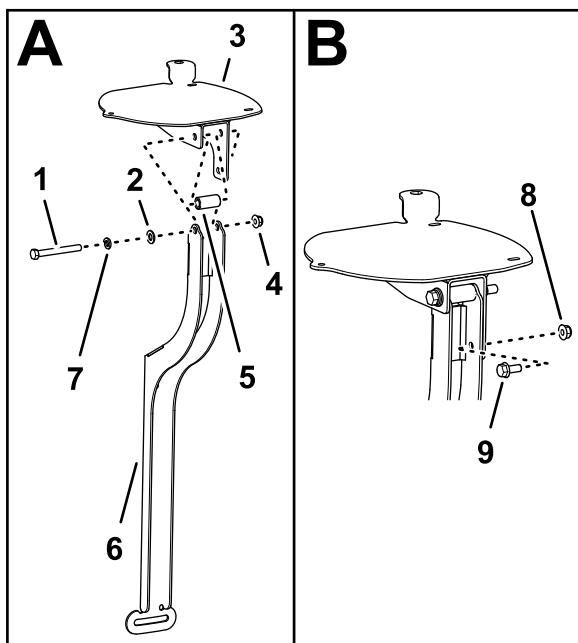

图155
- 对齐导航接收器底板、隔片与接收器安装支架中的孔 图155。
2. 如图155所示用螺栓 $\frac{3}{8}$  x  $\frac{3}{4}$  英寸、锁定垫圈 $\frac{3}{8}$  英寸、垫圈 $\frac{3}{8}$  x  $\frac{13}{16}$  英寸和凸缘锁紧螺母 $\frac{3}{8}$  英寸将接收器底板和隔片组装到底座上。
3. 安装凸缘头螺栓 $\frac{5}{16}$  x  $\frac{3}{4}$  英寸和凸缘锁紧螺母 $\frac{5}{16}$  英寸使之穿过接收器安装支架较小的孔和接收器底板中的槽图155。